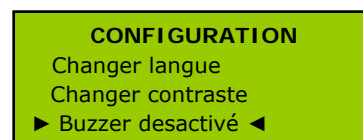

Figure 24.
- **Mode de rotation manuel sans introduire préalablement un angle sur le clavier.** Pour accéder à ce mode, appuyer directement sur la pédale depuis le menu initial. La machine commence à tourner par l'avant et le message de la Figure 24 apparaît sur l'écran.